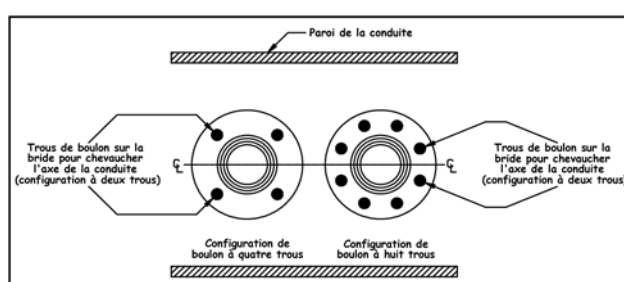

Figure 5. Orientation de la bride
- Repérez l'orientation de la bride à l'aide de la figure 5. Les trous de boulon sur la bride doivent chevaucher l'axe de la conduite (configuration à deux trous).